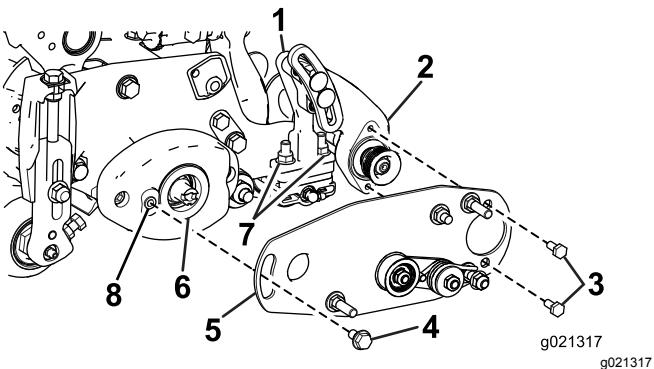

Figura 10
- Utilice una terraja (5/16"-18) para retirar la pintura de las roscas antes de instalar el perno de cuello largo (Figura 10).
- Aplique una película de grasa al interior del anillo de goma del alojamiento del cojinete (Figura 10).
4. Afloje, pero no retire, los pernos que sujetan el alojamiento del cojinete del cepillo de rodillo al soporte de montaje del cepillo de rodillo (Figura 10).
5. Asegúrese de que la placa de pivot del cepillo de rodillo está configurada de modo que el conjunto de polea tensada esté instalada en la parte inferior, según se muestra en la Figura 10.
6. Alinee la placa de pivot del cepillo de rodillo con el alojamiento del cojinete del cepillo de rodillo (Figura 10).
7. Aplique Loctite 242 (azul) en los 2 pernos (5/16" x 5/8") y utilícelos para montar la placa del cepillo en el alojamiento del cojinete del cepillo de rodillo (Figura 10). Apriete los pernos a 20–25 N·m.
- A. Afloje las 2 contratuerzas con arandela prensada que sujetan el soporte de montaje del cepillo de rodillo a la chapa lateral de la unidad de corte (Figura 10).
- B. Gire el alojamiento del cojinete del cepillo de rodillo hasta que quede paralelo a la chapa lateral de la unidad de corte (Figura 10).
- C. Apriete las 2 contratuerzas con arandela prensada que sujetan el soporte de montaje del cepillo de rodillo a la chapa lateral de la unidad de corte (Figura 10).
4. Aplique Loctite 242 (azul) al perno de cuello largo (Figura 10).
5. Sujete la placa del cepillo al alojamiento del cepillo de rodillo con el perno de cuello largo (Figura 10).